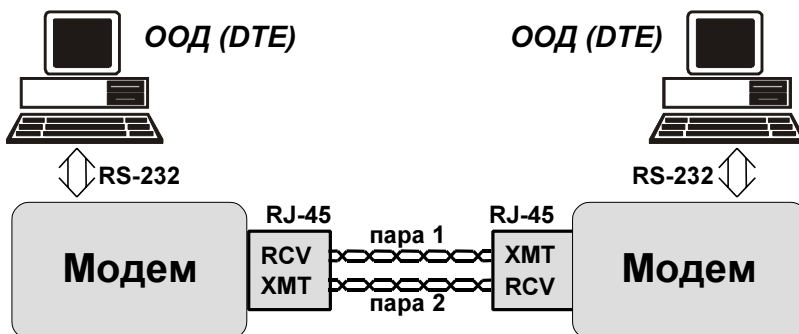

Рисунок 6. Схема соединения модемов
Соединение модемов для организации дуплексного канала передачи данных приведено ниже (см. Рисунок 6).
1. Соединить модемы в соответствии со схемой (см. Рисунок 6 на стр. 14).